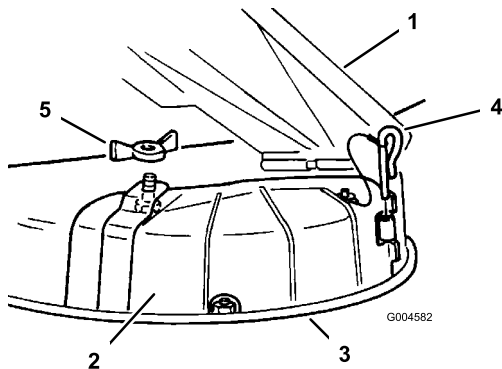

Bild 15
3. Heben Sie das Ablenkblech hoch und legen die Auswurfkanalabdeckung über die Öffnung und auf die untere Lippe des Mähwerks, wobei Sie die Abdeckung gleichzeitig in das vordere Scharnier stecken (Bild 15).
4. Schieben Sie den Scharnierstift durch das Scharnier (Bild 15).
5. Befestigen Sie die Auswurfkanalabdeckung mit der Flügelmutter am Mähwerk (Bild 15).